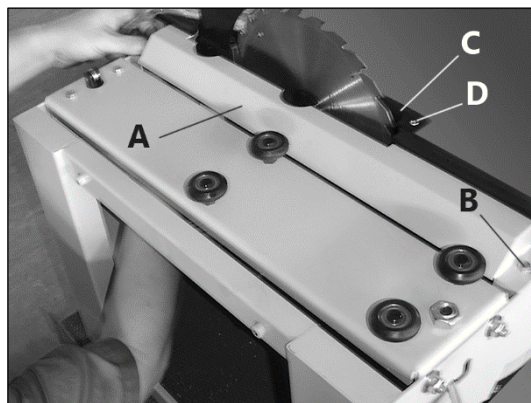

Рисунок 15.
- откройте боковую панель корпуса, чтобы снять накладку **А** (рис. 15), открутив два болта **В**, для доступа к внутреннему кожуху пильного диска и расклинивающему ножу;
- прикрутите накладку **А** (рис. 15) и установите подвижный стол;
- Отведите подвижную панель до упора и открутите два болта **В**, чтобы снять накладку **А** (рис. 15) и получить доступ к пильному диску и расклинивающему ножу.
- Установите на место накладку 19 (рис. 15) и подвижный стол.